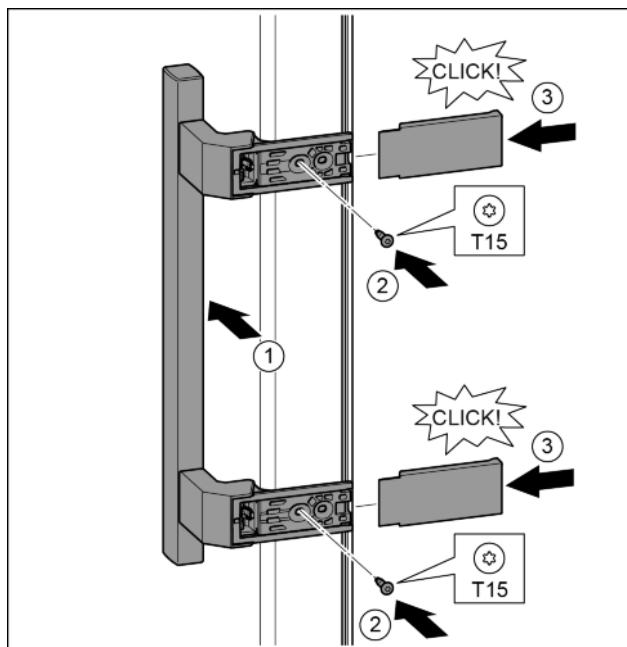

Fig. 18
- Встановіть ручку з протилежного боку. *Fig. 18 (1)*
- Закрутіть гвинти за допомогою викрутки T15. *Fig. 18 (2)*
- Встановіть кришки з боків та вставте їх. *Fig. 18 (3)*